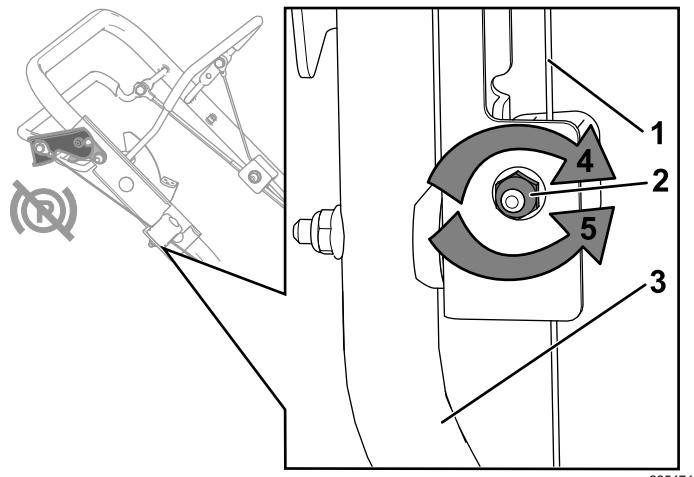

Figura 51
3. Regolate la tensione del cavo (Figura 51) tirando o spingendo la guaina del cavo e mantenendo la posizione raggiunta.
2. Girate il dado di regolazione in senso antiorario per allentare la regolazione del cavo (Figura 51).